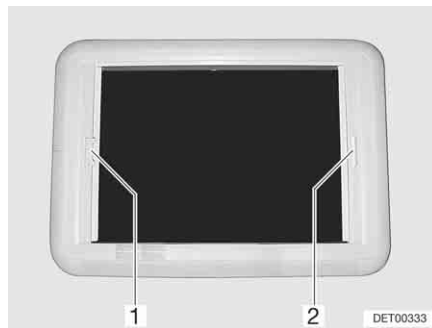

Fig. 60 Lanterneau Heki, verrouillage du store
- Tirer sur la poignée (Fig. 60,2) du store occultant jusqu'à toucher la poignée de la moustiquaire (Fig. 60,1) située vis-à-vis et la laisser s'enclencher.
- Avec l'autre main, tenir la poignée de la barre de déverrouillage de la moustiquaire (Fig. 60,1) dans la direction de la poignée. Le dispositif de verrouillage sera alors débloqué.
- Tirer sur la poignée (Fig. 60,1) de la moustiquaire jusqu'à toucher la poignée du store occultant (Fig. 60,2) située vis-à-vis et la faire s'enclencher.
- Tenir la moustiquaire (Fig. 60,1) par la poignée et pousser la barre de déverrouillage en direction de la poignée. Le dispositif de verrouillage sera alors débloqué.